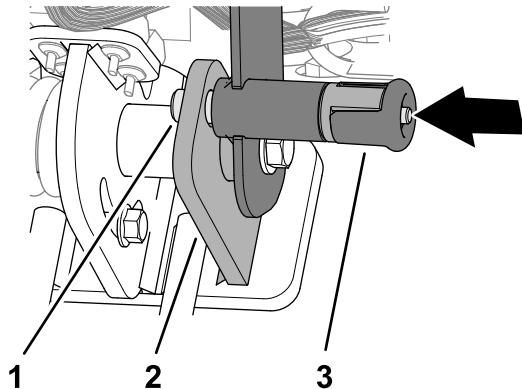

Bild 73
2. Achten Sie darauf, dass der Lenkerverriegelungsstift durch das Loch in der Rastplatte ragt (Bild 73).